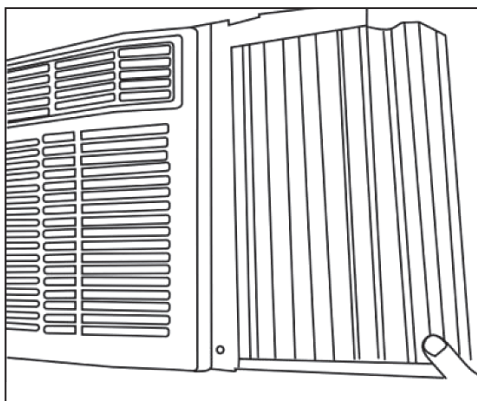

Fig. 7
5. Une fois les panneaux en accordéon glissés, s'assurer qu'ils sont bien en place, ajustez les rails supérieurs et inférieurs des panneaux en accordéon dans les rails supérieurs et inférieurs du climatiseur (Fig. 7).